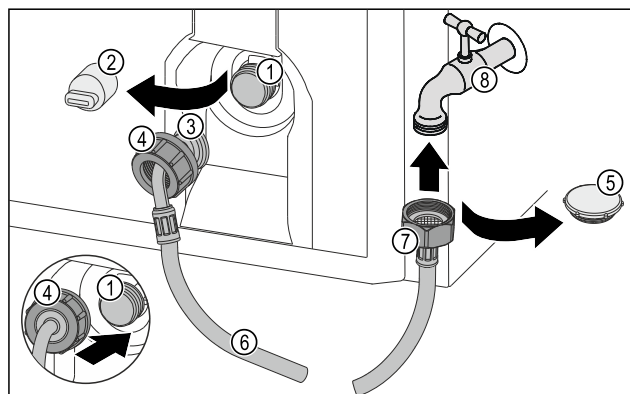

Fig. 23
- ▶ Uzavírací víčko Fig. 23 (5) odstraňte.
- ▶ Rovný konec hadice Fig. 23 (7) připojte k vodovodnímu kohoutku Fig. 23 (8).
- ▶ Utáhněte matici na rovném konci hadice Fig. 23 (7) ve směru hodinových ručiček.